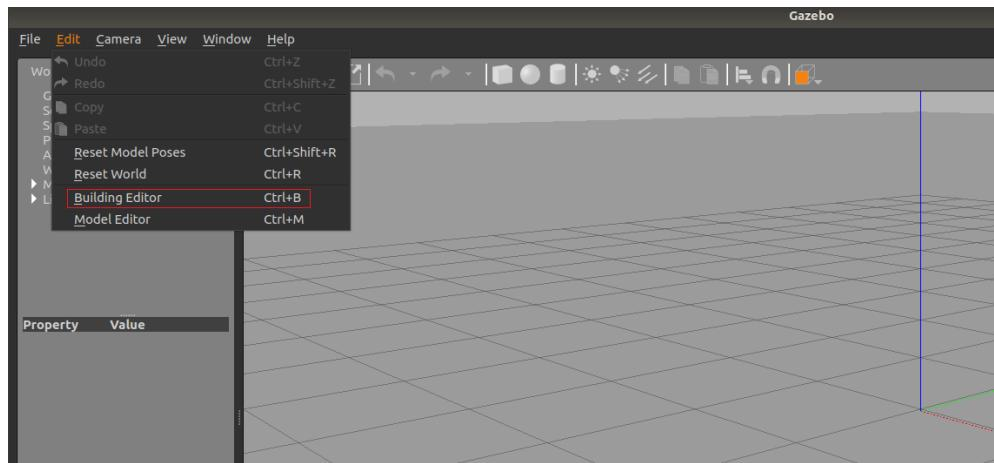
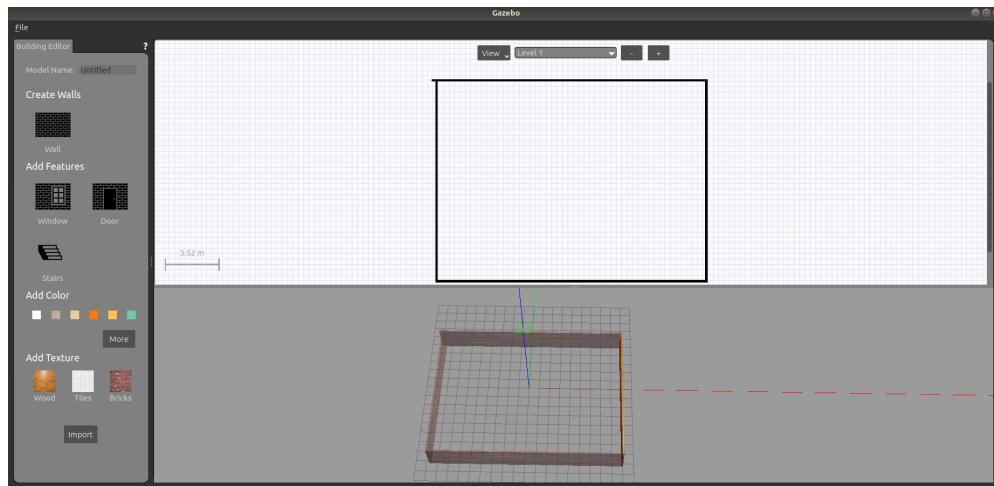

图 6.26: Gazebo 打开构建面板
图 6.27: Gazebo 绘制仿真环境
2.1 启动 Gazebo 打开构建面板, 绘制仿真环境, 如图 6.26 与图 6.27 所示.